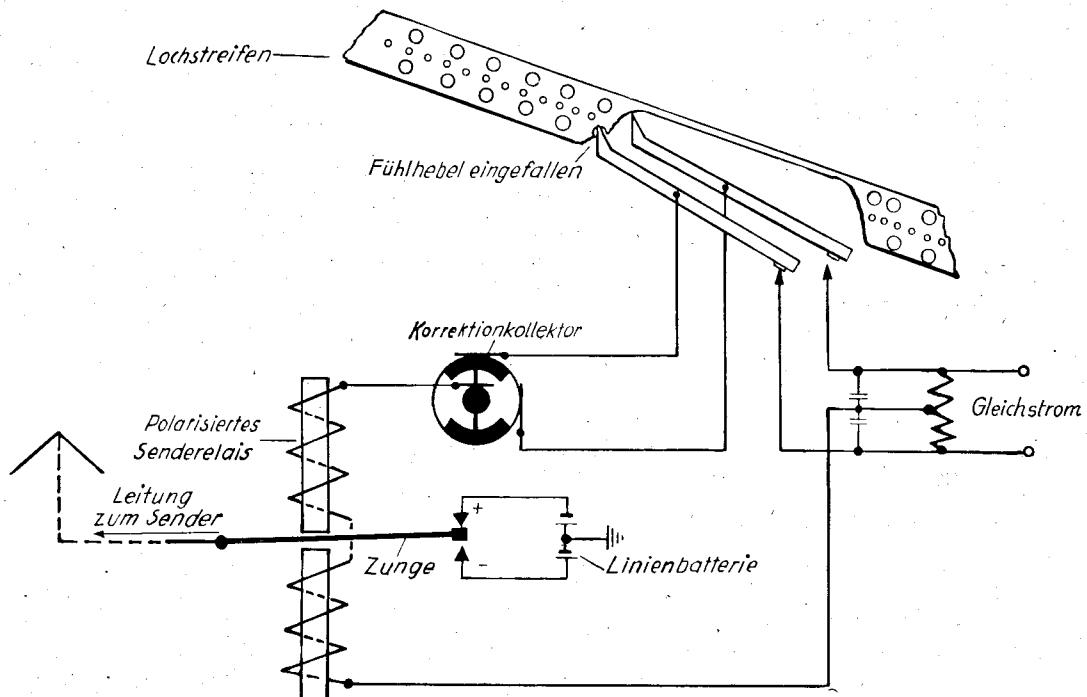

Abb. 1: Schematische Darstellung von Abtastung und Zeichengabe
### B. Arbeitsweise (siehe Abb. 1)
Die Fühlhebel haben die Aufgabe, über den Korrektionskollektor das Sende-relais zu steuern, dessen Kontaktzunge (Z) mit der Leitung in Verbindung steht (s. Abb. 1).
Hierdurch wird das Senderelais über den Korrektionskollektor gesteuert (siehe Abb. 1 und Anl. 4). Hat der Korrektionskollektor dann die in Anlage 4 gezeichnete Stellung erreicht, so fließt der Entladestrom des Kondensators C1 über das Senderelais. Die Relaiszunge Z wird an den Plus-Kontakt der Linienbatterie (bei Doppelstromtastung) gelegt, worauf ein Plus-Impuls in die Leitung geht und die Tastung des Morsezeichens beginnt. Bei Einfachstromtastung wird lediglich der Taststromkreis des Senders geschlossen. Nachdem in gleicher Weise der Abfühlschuh des Fühlhebels n eingefallen ist, wird der Kontakt b geschlossen. Sobald der Korrektionskollektor über Segment c und Bürste 3 den Stromkreis des Senderelais schließt, entlädt sich der Kondensator C 2. Die Relaiszunge Z wird umgelegt, wodurch ein Minus-Impuls in die Leitung gesendet (Doppelstrom), bzw. die Tastleitung stromlos gemacht wird (Einfachstrom).